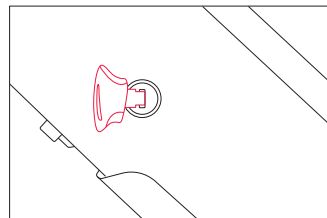
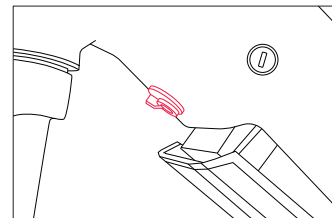

Figure 5
Figure 6
Étape 2: Utilisez la clé pour déverrouiller la batterie (fig. 5). Tout en tenant la batterie d'une main, détachez la batterie en tournant l'interrupteur de libération situé sur la partie inférieure du cadre (fig. 6).